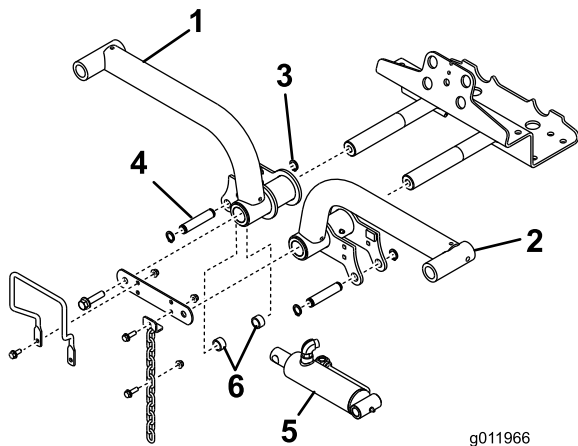

Figure 15
4. Insérez les bras de relevage sur les axes de pivot (Figure 15), et fixez chacun d'entre eux avec une bielle et les boulons retirés précédemment.
- Fixez l'extrémité droite du vérin de relevage au bras de relevage droit avec une goupille et 2 entretoises (Figure 15). Fixez l'ensemble avec une bague de retenue.